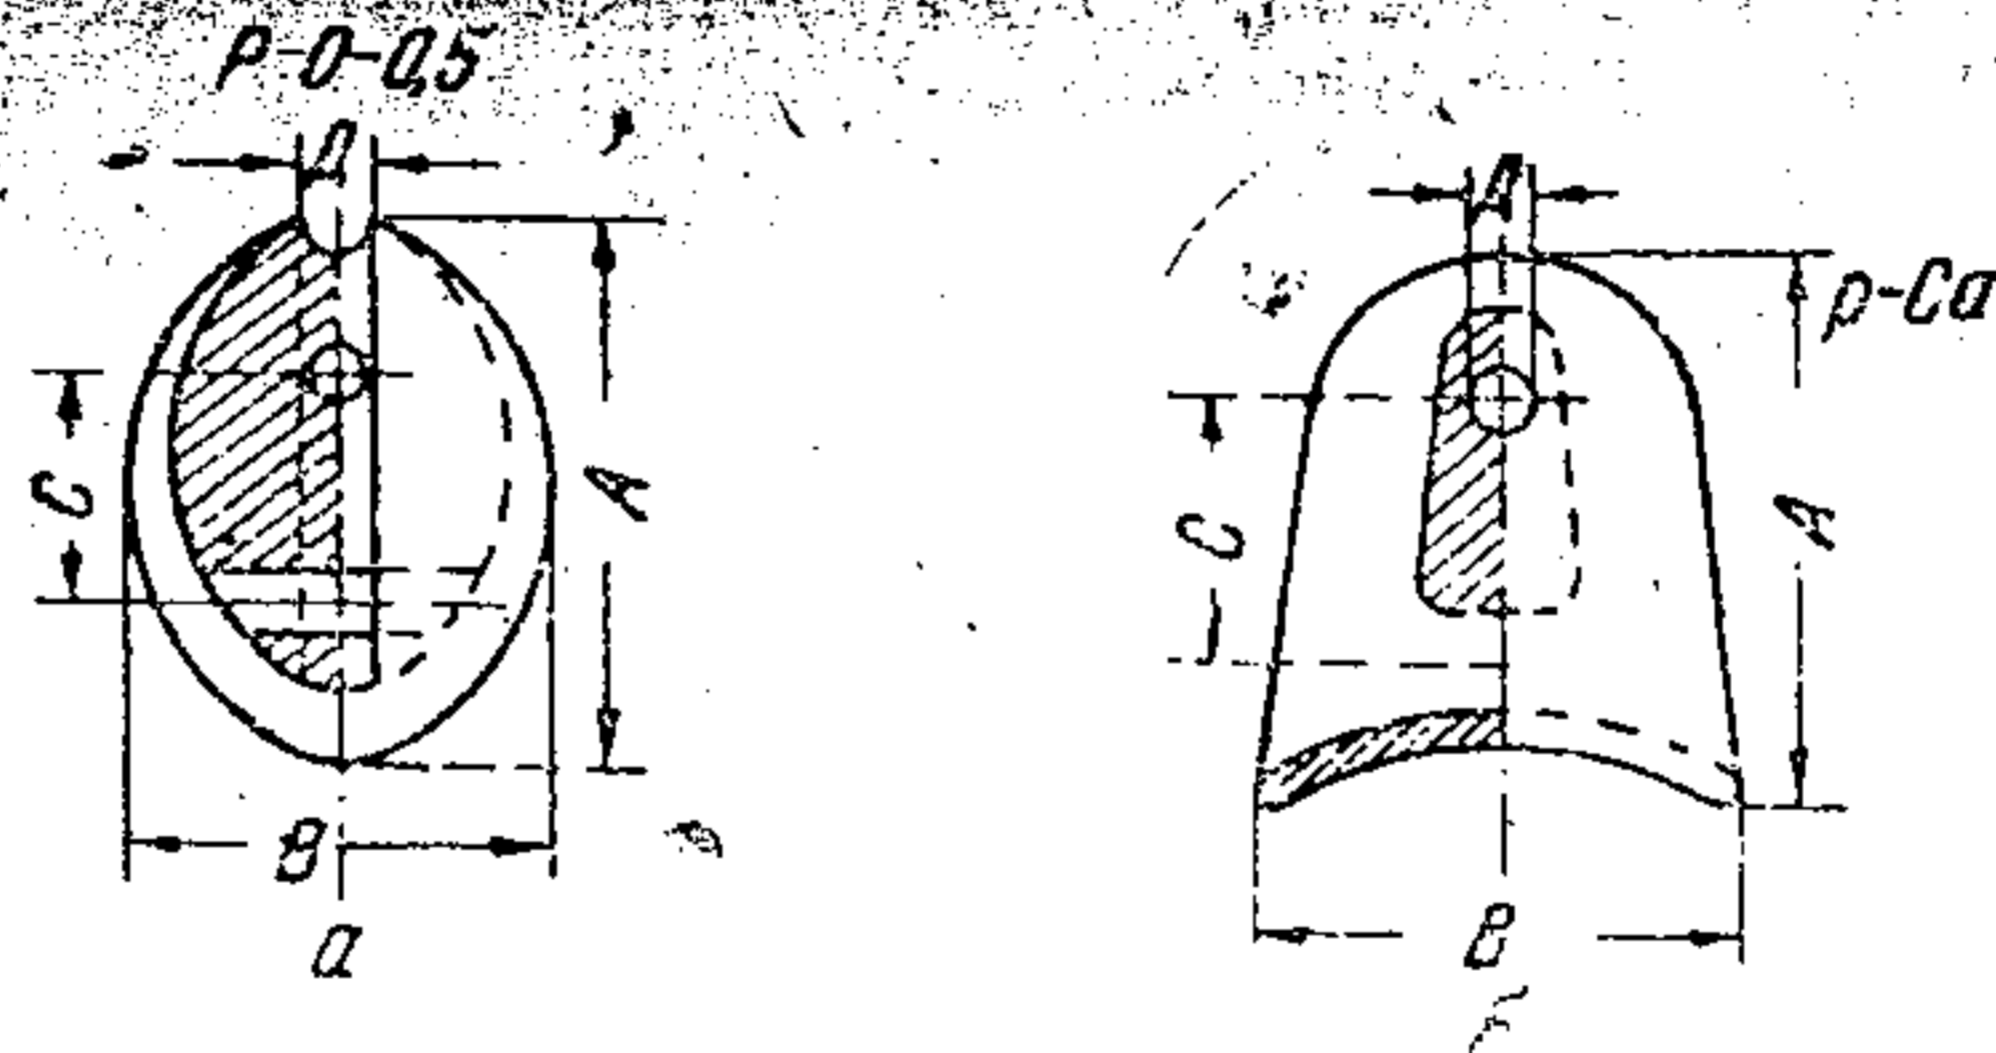

Рис. 127. Орешковые и седлообразные антенные изоляторы.
12. Радиотелеграфные антенные изоляторы (орешковые — рис. 127а, седлообразные — рис. 127б)